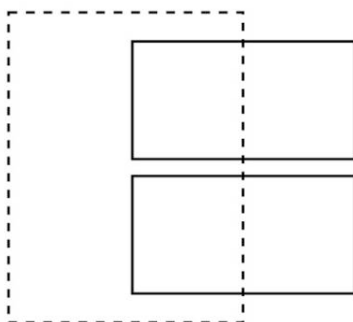

Abb. 14: Teilweise Abschattung beider Solarzellen.
- Decke die beiden Solarzellen mit dem schwarzen Papier nacheinander so ab, dass ihre Flächen zur Hälfte bedeckt sind (siehe Skizze Abb. 14)